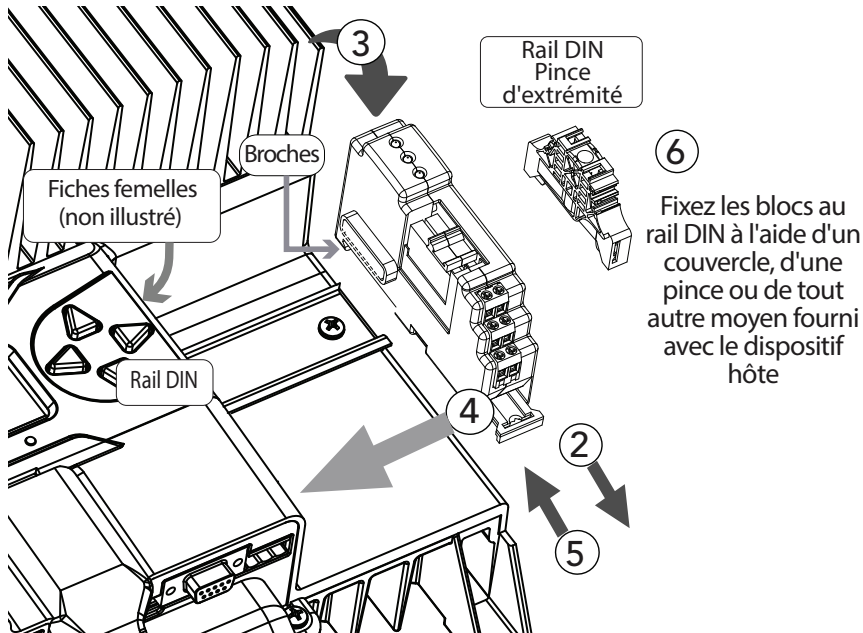

Figure 3-1. Détails d'installation du ReadyRelay
**Pour installer ReadyRelays** (voir figure 3-1 ci-dessous) :